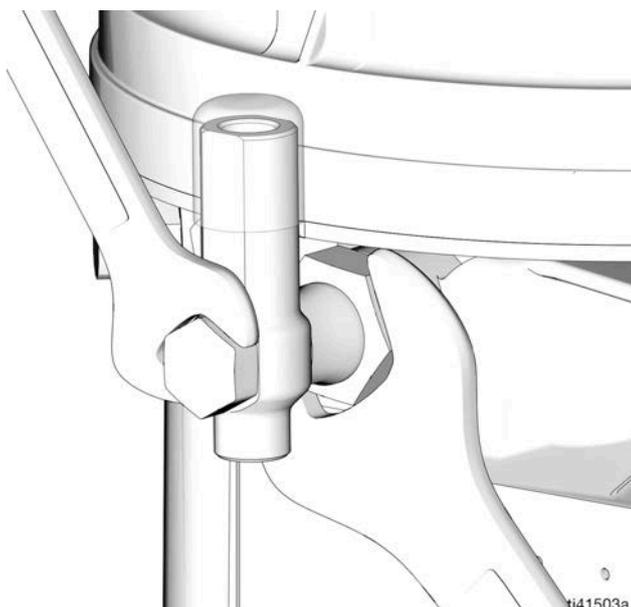

FIG. 10
Para aliviar la presión, ponga dos llaves en el elemento de bomba y su accesorio de conexión y haga fuerza en direcciones opuestas para aflojar lentamente solo el accesorio hasta que se suelte y no salga más lubricante ni aire por el mismo. Repítalo con cada elemento de bomba instalado (Fig. 10).
- Utilice siempre dos llaves y haga fuerza en direcciones opuestas cuando conecte algo al elemento de bomba o accesorios auxiliares. Vea un ejemplo en la FIG. 10.